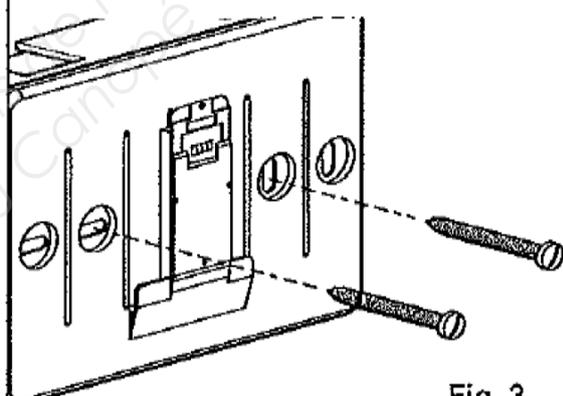

Fig. 3
- fixer la base de l'appareil au boîtier mural, à l'aide des vis fournies dans le kit (fig.3),